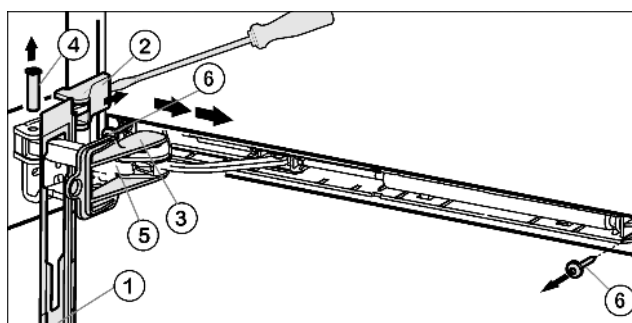

Fig. 5
- ▶ Pousser le panneau au-dessus de l'étrier de l'amortisseur Fig. 5 (5) vers l'avant, en direction de l'appareil.
- ▶ Encliqueter le dispositif d'arrêt Fig. 5 (3) dans le trou longitudinal.
- ▶ Soulever le cache Fig. 5 (2) par le côté extérieur à l'aide du tournevis et l'enlever vers l'extérieur.
- ▶ Chasser le pivot Fig. 5 (4) par le bas.
- ▶ Pousser l'étrier de l'amortisseur Fig. 5 (5) en direction de la porte.
- ▶ Ôter le panneau Fig. 5 (1).
- ▶ Dévisser l'ensemble de l'unité de l'amortisseur de fermeture (2 vis Torx® 15) Fig. 5 (6).